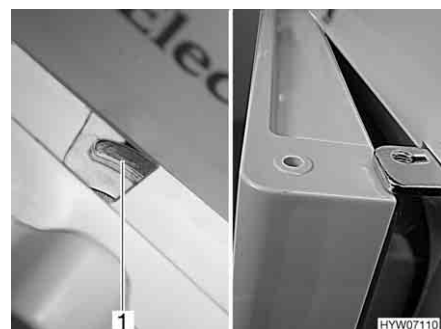

Bild 198 Kühlschranktür/Frosterfachtür in Lüftungsstellung (Dometic 7er-Reihe mit separatem Frosterfach)
- Verriegelung ganz nach rechts schieben. Die Kühlschranktür/Frosterfachtür ist mit Hilfe der Türarretierung (Bild 198,1) fixiert. Die Kühlschranktür/Frosterfachtür bleibt damit leicht geöffnet (Bild 198).